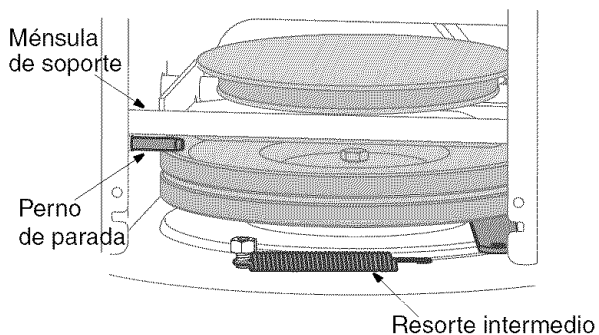

Figura 20
7. Desenganche el resorte intermedio del perno hexagonal en la caja de la barrena. Vea la Figura 20.
8. Retire hacia atrás el perno de parada hasta que la ménsula de soporte se apoye sobre la polea de la barrena. Vea la Figura 20.
3. Retire hacia atrás el perno de parada hasta que la ménsula de soporte descansa sobre la polea de la barrena. Vea la Figura 20.